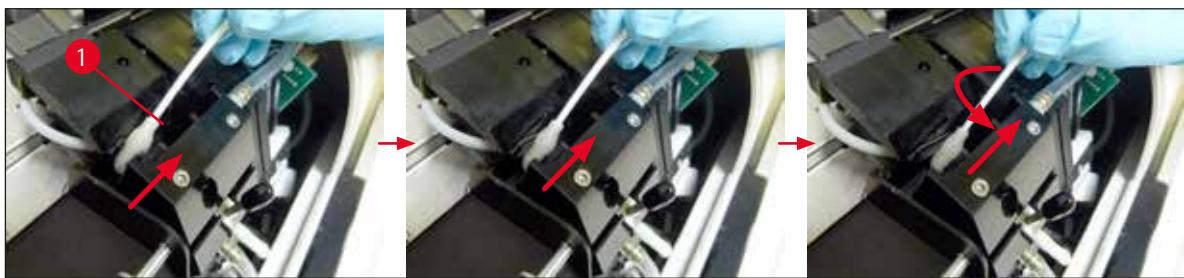

Рис. 56
- Осторожно вставьте палочку в зазор под печатающей головкой и приподнимите ее с небольшим усилием (на печатающую головку) (→ "Рис. 56"). Переместите палочку из левого верхнего угла в правый нижний угол (вдоль уплотнительной кромки). Слегка поворачивайте палочку после каждого движения, чтобы гарантировать, что для каждого следующего движения используется чистый участок палочки. Повторяйте эту операцию для полного удаления засохших остатков чернил.